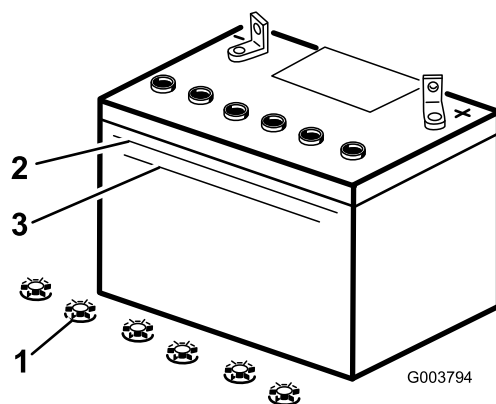

Figura 36
3. Osservate il fianco della batteria. L'elettrolito deve raggiungere la linea superiore (Figura 36). Non lasciate scendere l'elettrolito sotto la linea inferiore (Figura 36).
3. Togliete i tappi di rifornimento dalla batteria (Figura 36).
4. Aggiungete lentamente acqua distillata in ogni elemento della batteria finché l'elettrolito non raggiunge la linea superiore (Figura 36) sulla scatola della batteria.
5. Attendete cinque o dieci minuti dopo avere riempito gli elementi della batteria. All'occorrenza, aggiungete acqua distillata finché l'elettrolito non raggiunge la linea superiore (Figura 36) sulla scatola della batteria.